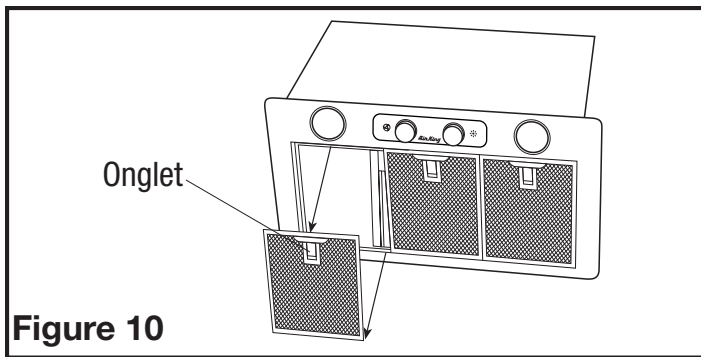

Figure 10
- Pour retirer les filtres, tirez l'onglet de la poignée vers le bas jusqu'à ce que les filtres se dégagent de l'unité. Pour réinstaller, glissez l'onglet à l'arrière du filtre dans la fente dans l'unité. Tout en maintenant la poignée ou le filtre, soulevez le filtre en place et relâchez la poignée. Le filtre doit cliquer solidement en place (Figure 10).